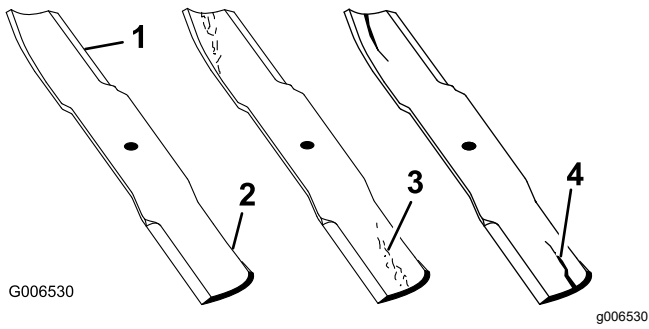

Figura 53
- Inspeccione los filos de corte (Figura 53).
- Si observa fisuras, desgaste o la formación de una ranura en esta zona, instale de inmediato una cuchilla nueva (Figura 53).